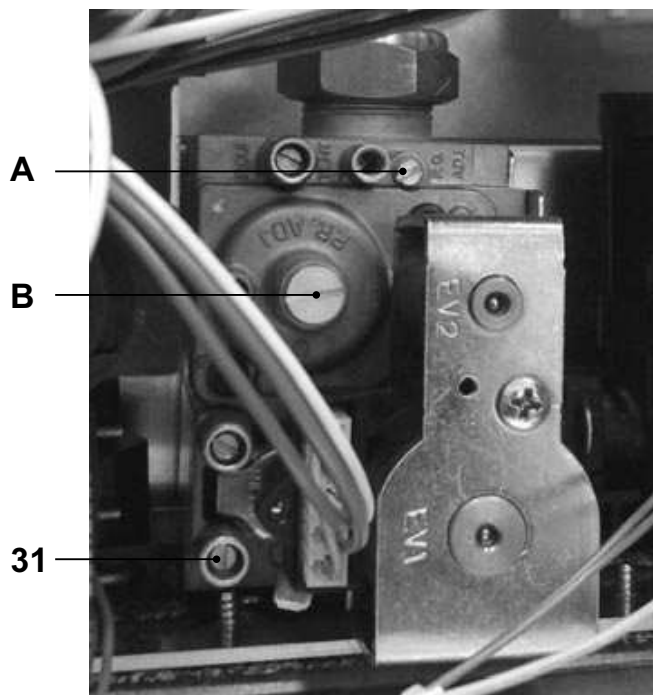

Figura 7.5
- A caldaia spenta (fuori servizio), controllare la pressione di alimentazione utilizzando la presa 31 in Figura 7.5 e confrontare il valore letto con quelli riportati nella tabella Pressioni di alimentazione gas nella sezione "Dati tecnici" pag. 23.
- Richiudere bene la presa di pressione 31 in Figura 7.5 .
- Per tarare il CO_2 della caldaia (pressione del gas al bruciatore) svitare completamente il tappo in ottone di protezione B e agire sulla vite a brugola \varnothing 4 mm sottostante Figura 7.5 , girando in senso orario il CO_2 aumenta.
- Se i due dati non coincidono agire sulla vite regolazione massimo RQ (A in Figura 7.5) della valvola gas e tarare il CO_2 allo stesso valore riportato nella sezione "Dati tecnici" in tabella "Dati in sanitario" pag. 23 (modello KONDENS N 25 R) e pag. 26 (modello KONDENS N 35 R). Girando in senso orario il CO_2 diminuisce.